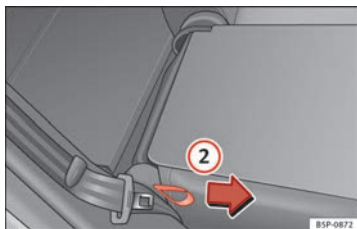

Abb. 93 Rückenlehne der Vordersitze anheben.
- Ziehen Sie die seitliche Zugschleife am Sitz ⇒ Abb. 93 ② in Richtung des Pfeils, bis sie einrastet.